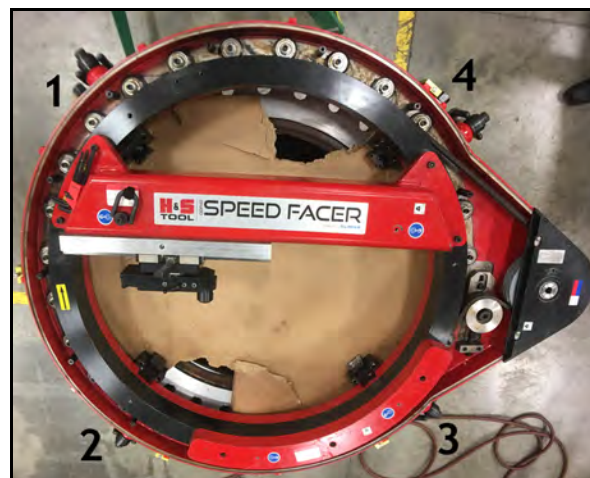

Рисунок 5-4. Первичное расположение роликовых подшипников
3. Начните регулировку с четырех ближайших к монтажным опорам роликов (см. Рис. 5-4 на стр. 49.). Они будут располагаться под углом около 90° друг относительно друга.